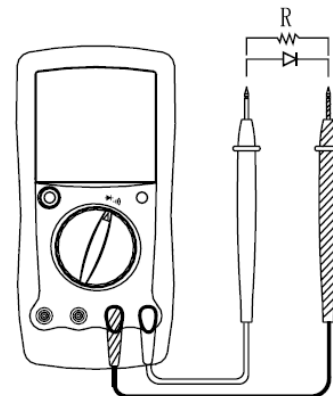

Рис. 7
- Тестовые щупы могут вносить дополнительное сопротивление 0,1 ~ 0,2 Ом. Для получения точных показаний при измерении низкоомных сопротивлений в диапазоне 200  $\Omega$  замкните накоротко щупы перед измерением и запишите полученное значение (назовем его X). (X) это дополнительное сопротивление от тестовых щупов. Полученную величину вычитайте из показаний для компенсации погрешности.
**E. Проверка диодов (см. рис. 7)**
**F. Проверка непрерывности цепи (см. рис. 7)****⚠ Предупреждение**